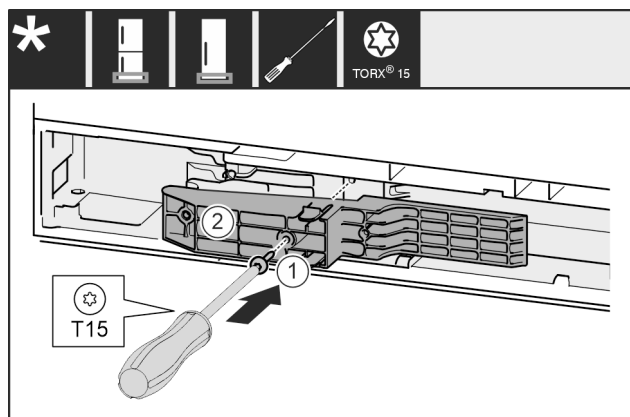

Fig. 67 *
- ▶ Placer l'adaptateur Fig. 67 (1) côté poignée dans l'évidement.*
- ▶ Serrer la vis Fig. 67 (2) avec un tournevis.*